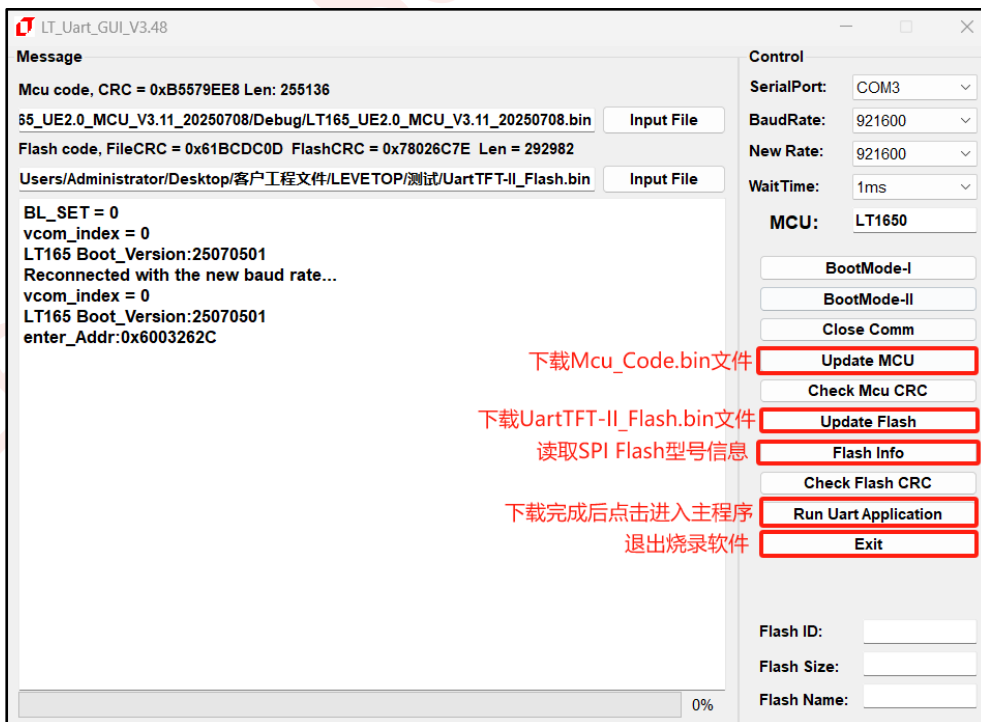
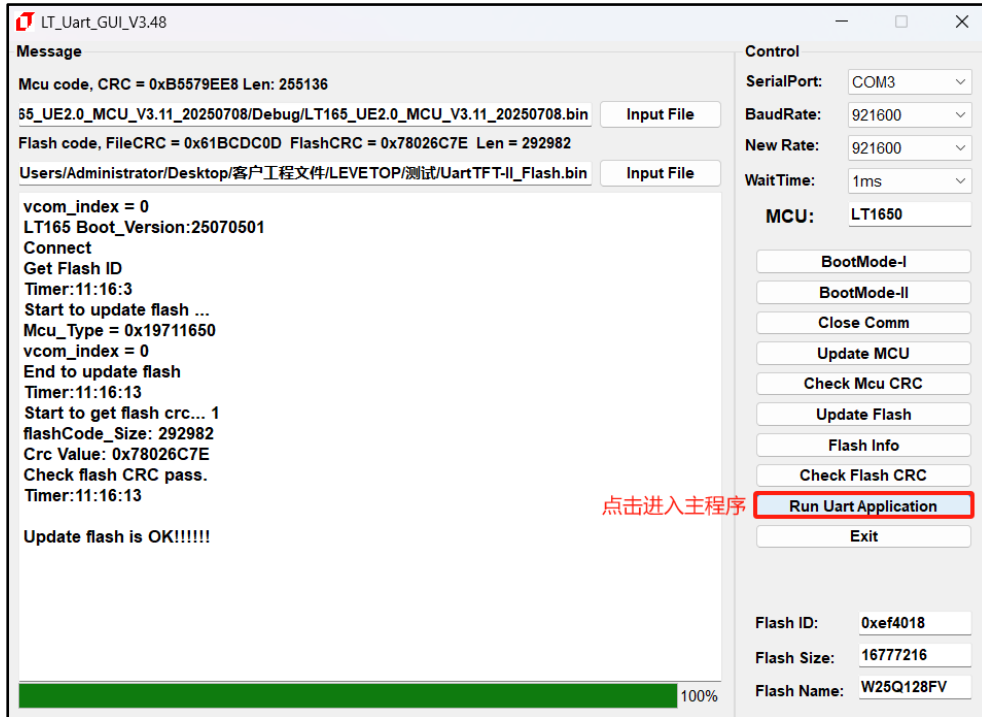

图 16-7: 串口升级软件界面说明
图 16-8: 点击进入主程序
3、打开 LT\_Uart\_GUI\_Vxxx 软件后，检查 COM 口和 BaudRate 是否对应，点击 Open Comm。然后选择对应的端口，点击 Input File 添加需要烧录的 MCU\_Code.bin 和 UartTFT\_Flash.bin 工程文件，需确保 BaudRate 为 115200，再点击 Open Comm 打开端口连接。BaudRate 若不是 115200 则无法连接，建立连接后软件自动将下载速度调整至 921600。然后点击软件右侧 Update MCU 或者 Update Flash 进行更新，如图 16-7 所示。更新完成后，如图 16-8 所示，最后点击 Run Uart Application 可跳转到主程序。